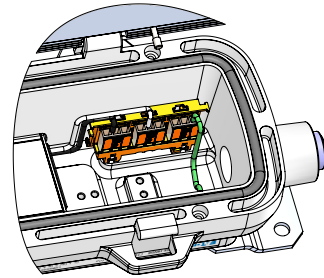

Figure 11. Bornier d'entrée
4. Les connexions au moteur DEL et au pilote de DEL sont précâblées et ne nécessitent aucun autre traitement. Acheminer les fils d'entrée de ligne, de neutre et de mise à la terre vers le bornier (voir figure 11) et effectuer les connexions conformément aux schémas de câblage du système (voir figures 14 et 15) en utilisant des méthodes conformes à tous les codes applicables. Raccorder d'abord le conducteur de mise à la terre de l'équipement (vert), puis le fil neutre (blanc) et le fil de ligne (noir). Pour les applications à tension continue, brancher le fil positif (+) au fil blanc et le fil négatif (-) au fil noir. S'assurer que toutes les connexions électriques ont été effectuées et que les verrous de levier du bornier sont bien en place et bien fixés. Remarque : Les orifices d'entrée standard dans le boîtier du pilote sont de 3/4 po NPT.